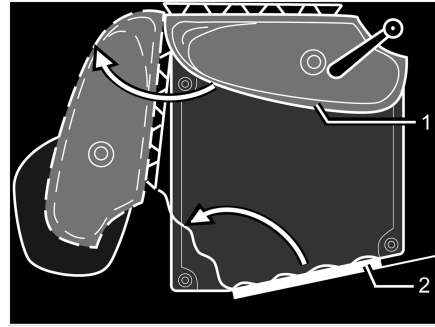

Fig. 225 Inodoro Vario
- Girar el lavabo con la pared dorsal (Fig. 225,1) en dirección de la flecha.
- Entrar en el cuarto de aseo, cerrar la puerta de entrada (Fig. 225,2) desde dentro y bloquearla.